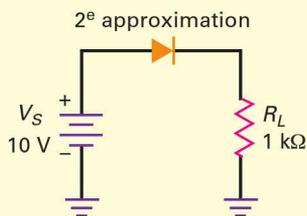

Figure 3.8
Utilisez la deuxième approximation pour calculer le courant, la tension sur la charge et la puissance dissipée sur la diode de la figure 3.8.
3.5 Avez-vous compris ? Sur la figure 3.8 la source de tension passe de 10 V à 5 V. Calculez à nouveau la tension sur la charge, le courant et la puissance dissipée par la diode.